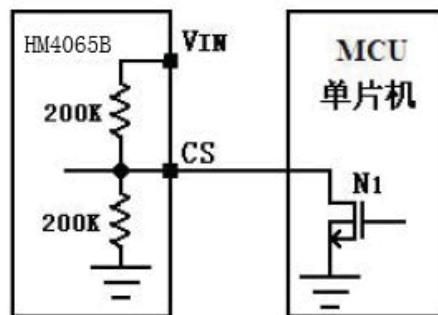

图 7 受外部控制的磷酸铁锂电池充电状态与停机状态的切换
3.6V 磷酸铁锂电池充电状态与停机状态的切换。如图 7 所示，如果 NMOS 管栅极输入低电平，N1 截止，此时 CS 端悬空，则充电截止电压为 3.6V，HM5065B 为磷酸铁锂电池充电。当 NMOS 管栅极输入高电平，N1 导通，CS 端被下拉到 GND，HM5065B 为停机模式。